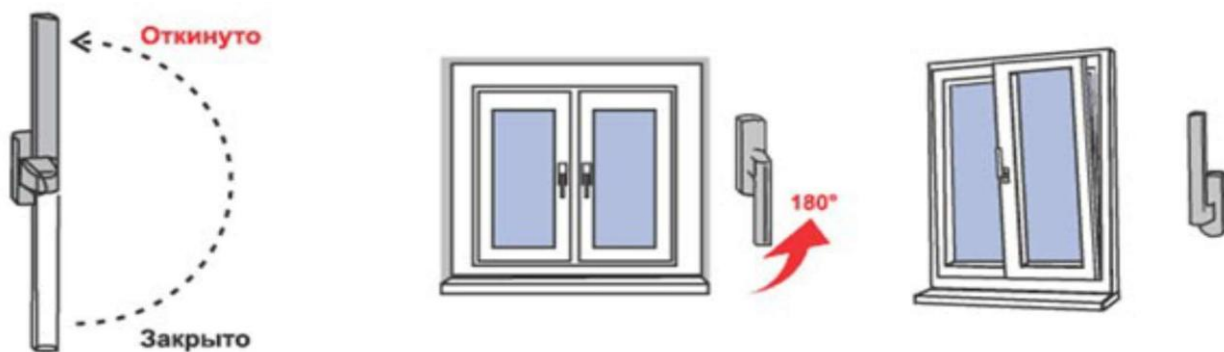

Рис. 2
2. Для перевода створки из закрытого положения в откидное, поворот створки относительно нижней горизонтальной оси, (положение «Откинута» на Рис.2) ручку поворачивают вертикально на 180 градусов вверх, затем, потянув за ручку, поворачивают створку относительно нижней горизонтальной оси на заданный изготовителем угол (не более 10 градусов) (**откидной режим**).
3. Для запираания створки из открытого или откидного положения ее сначала закрывают и, придерживая створку рукой, поворачивают ручку вертикально вниз (положение «Закрыто» на Рис. 2).